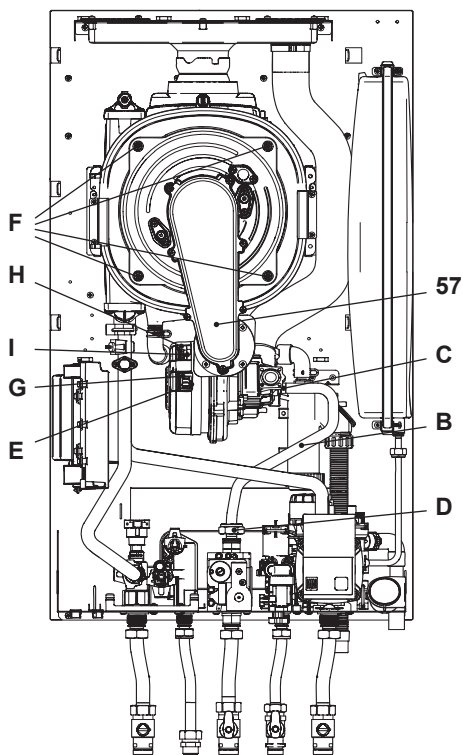

Figura 9.8
Rimozione del gruppo bruciatore ventilatore 57 in Figura 9.8.
- Inserire un cacciavite piano nella rientranza E del connettore G e fare leva verso il basso, contemporaneamente scollegare il connettore G tirandolo frontalmente (Figura 9.8).
(Figura 9.8).
- Svitare i dadi F e rimuovere il gruppo bruciatore ventilatore 57 (Figura 9.8)